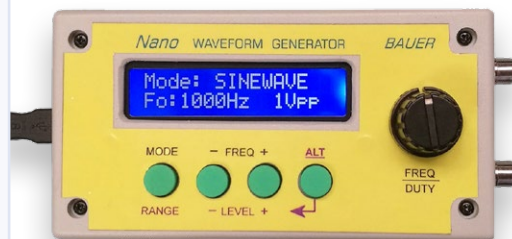

Figure 4. Face avant du prototype de l'auteur avec écran, boutons et potentiomètre.
La forme d'onde de sortie souhaitée est sélectionnée en faisant défiler les options disponibles à l'aide du bouton **MODE** (voir **figure 4**). En modes sinus, triangle, dent de scie et carré, le potentiomètre **FREQ/DUTY** permet de régler la fréquence de sortie (FO). En mode Noise, le potentiomètre permet de régler la fréquence de coupure du filtre de bruit. En modes *Sinus*, *Triangle*, *Sawtooth*, *Square* et *Pulse*, les touches **FREQ+** et **FREQ-** permettent de faire défiler vers le haut ou vers le bas une gamme de fréquences pré-réglées. Cette méthode de sélection de la fréquence du signal permet d'obtenir un réglage plus précis qu'avec un potentiomètre. En outre, les valeurs de fréquence fixes ont été choisies afin que le signal de sortie ne présente pas d'artefacts de repliement.